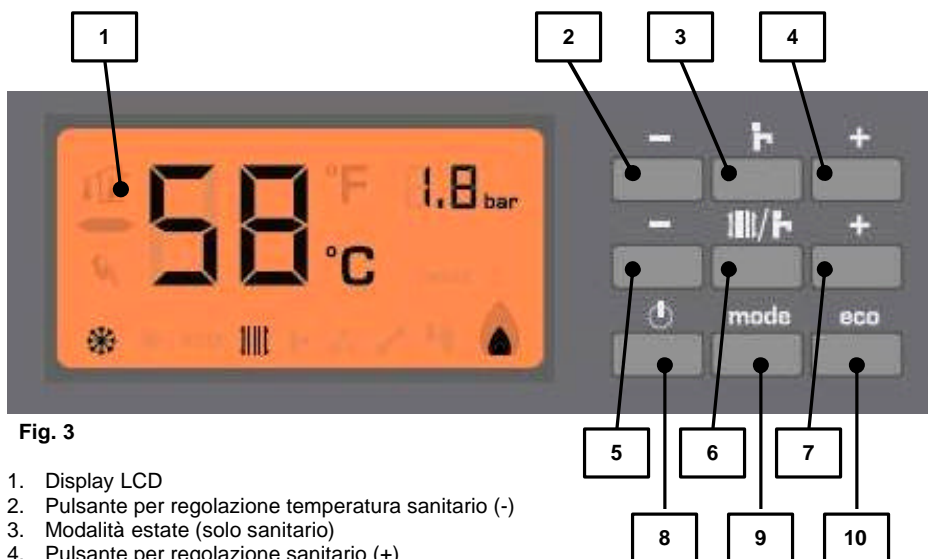

Fig. 3
Tramite i pulsanti "modalità estate" e "modalità inverno" (vedere pulsanti 3 e 6 di Fig. 3), è possibile selezionare il tipo di funzionamento della caldaia.
Tenendo premuto questo pulsante per qualche secondo, è possibile attivare e disattivare la modalità ECO. In questa modalità di funzionamento, la caldaia produrrà acqua calda sanitaria a 47°C, indipendentemente dal valore precedentemente impostato (pulsanti 2 e 4 di Fig. 3). Tenere nuovamente premuto questo pulsante per qualche secondo per disattivare questa modalità.
Il pulsante **ON/OFF/RESET** (pulsante 8 di fig. 3) deve essere premuto per 1-2 secondi per accendere l'apparecchio.
- pulsante 3 (vedere fig. 3) per la modalità estate (solo sanitario)
- pulsante 6 (vedere fig. 3) per la modalità inverno (sanitario e riscaldamento)